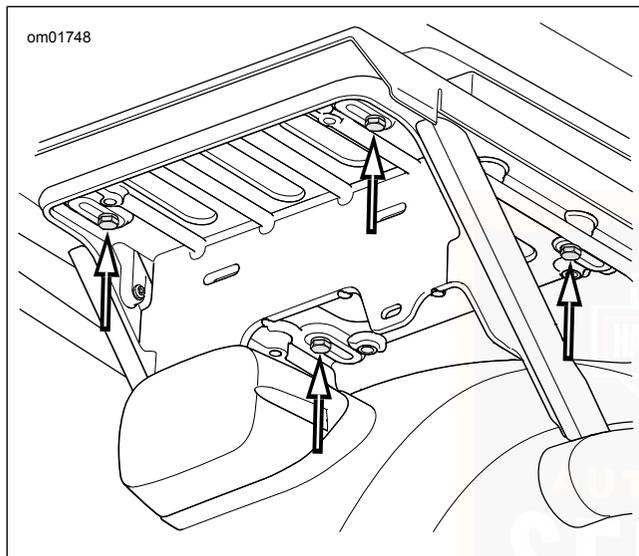

Abbildung 44. Tour-Pak-Halterungsschrauben (APC-Modelle)
1. Siehe Abbildung 44. Die vier Schrauben entfernen, mit denen die Tour-Pak-Halterung am Träger befestigt ist.